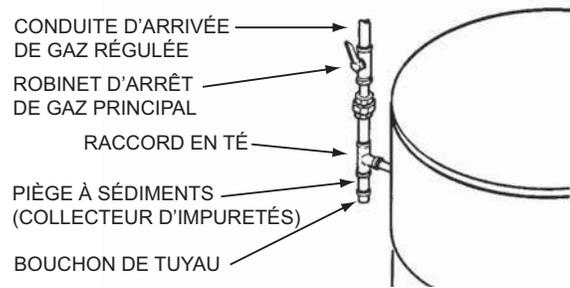

Figure 44. Installation de la conduite d'arrivée de gaz
S'assurer que tout le tuyau de gaz est propre à l'intérieur avant l'installation. Pour piéger toute poussière ou tout objet étranger présents dans la conduite d'approvisionnement de gaz, un piège à sédiments devra être incorporé à la tuyauterie, comme illustré à la **Figure 44**. Le piège à sédiments doit être facilement accessible et ne pas être exposé au gel. Installer conformément aux recommandations de la compagnie du gaz locale.
1. Pour les pressions d'essais supérieures à 3,45 kPa (1/2 psi), débrancher le chauffe-eau et son robinet d'arrêt de gaz principal du système de tuyauterie d'alimentation en gaz pendant les tests. Voir la **Figure 44** (page 39). La conduite d'alimentation en gaz doit être bouchée lorsqu'elle est débranchée du chauffe-eau.